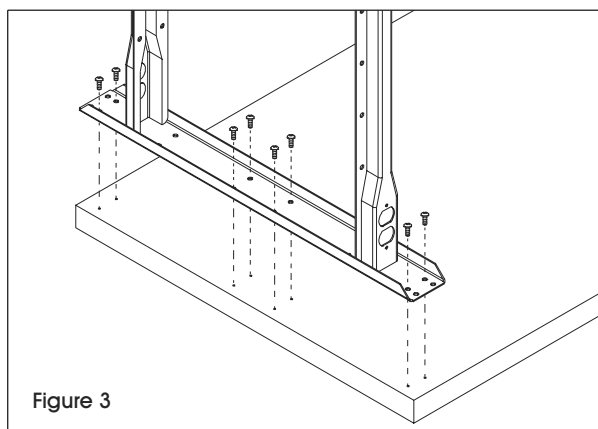

Figure 3
- À l'aide de 24 vis à bois, fixez les pieds au côté inférieur du dessus de table (5), par les trous prépercés. (Voir Figure 3)